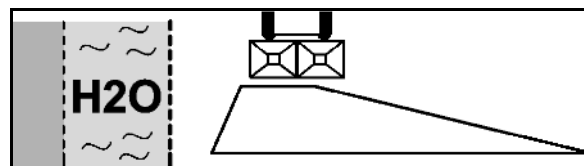

Fig. 48
2. Épandage dans les creux conformément au Décret concernant l'emploi des fertilisants (Fig. 48) :